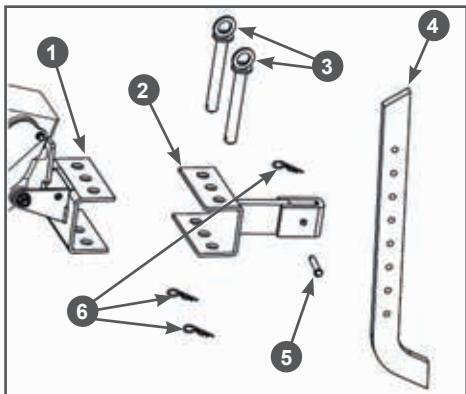

Рис. 3 Установка сошника
- 7 Установите в кронштейн 1 рамы мотокультиватора кронштейн 2 сошника (Рис.3). Совместите отверстия в кронштейнах рамы и сошника и вставьте пальцы 3. Зафиксируйте пальцы 3 шплинтами 6 (Рис. 3).
- 8 Установите сошник 4 в кронштейн 2 сошника (Рис. 3). Вставьте сошник между пластинами кронштейна, совместите нужное отверстие в сошнике с отверстием в кронштейне и вставьте палец 5 крепления сошника (Рис. 3). Зафиксируйте палец шплинтом 6 (Рис. 3).